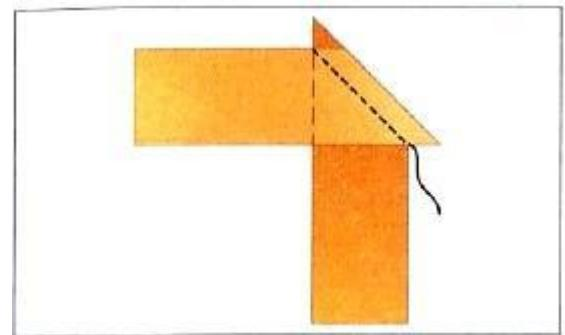

Рис. 46. Наложение косых беек под прямым углом при
- сложить две бейки лицевыми сторонами друг к другу под прямым углом, совместить шириной 3-5 мм (рис. 46);